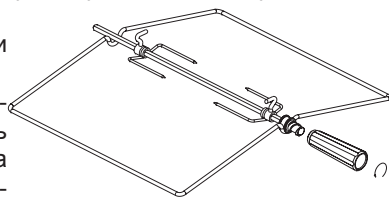

рис. 8
1. Плиты комплектуются вертелом со съёмной рукояткой (см. рис.8). При установке и извлечении вертела необходимо использовать рукоятку, которая накручивается на резьбовую втулку.